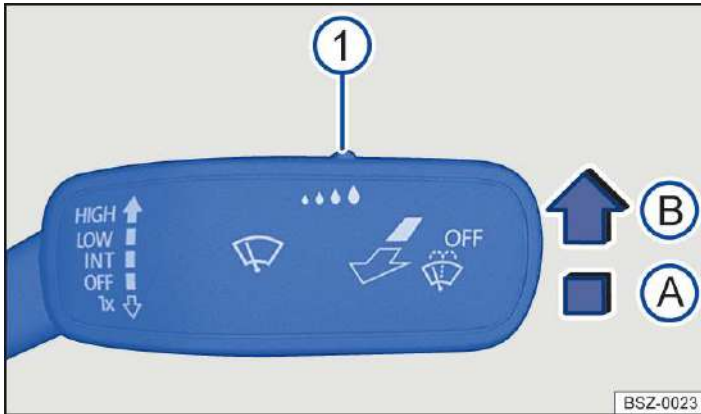

Abb. 1 An der Lenksäule rechts:
1. Hebel in die gewünschte Position drücken → *Abb. 1*.
Die Empfindlichkeit des Regen-Lichtsensors kann mit dem Schalter im Scheibenwischerhebel manuell eingestellt werden → *Abb. 1* ① → ⚠.